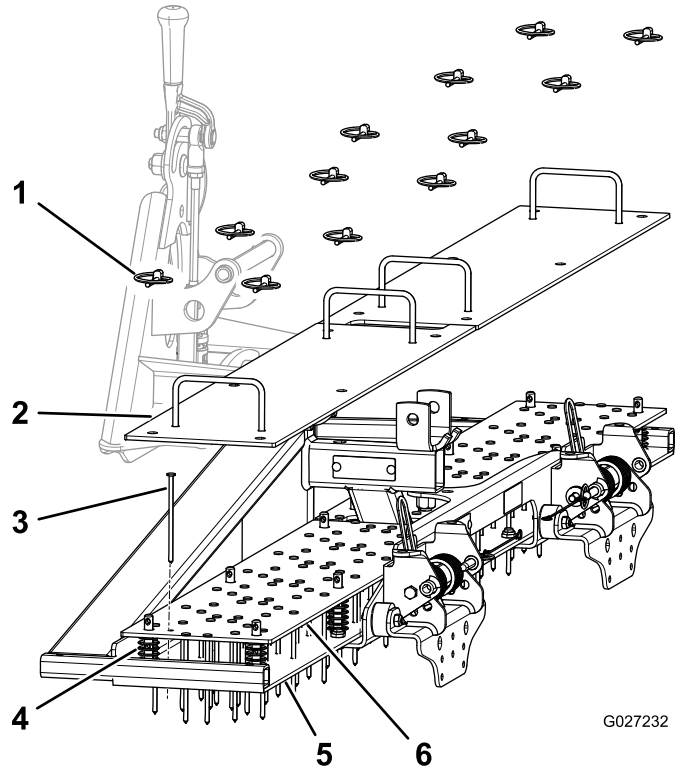

Figura 3
2. Retire los pasadores de seguridad (Figura 3).
3. Retire las placas superiores (Figura 3).
4. Retire los clavos (Figura 3).
5. Retire las placas de los clavos (Figura 3).